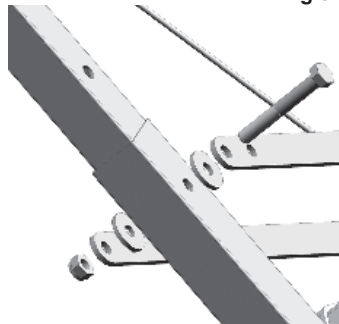

Fig.3
3) Monter les tirants (réf. 8) en les reliant au cadre (réf. 7) et au bras extensible (réf. 16) à l'aide des vis et des données appropriées dans les logements de fixation. Monter les rondelles D=12x36x4 mm comme indiqué dans la figure 3. Serrer les écrous. Veillez tout particulièrement à ce que le câble électrique de l'interrupteur de fin de course de relevage (qui va du panneau de commande à la base du bras extensible, près de la charnière avec le cadre) ne soit pas forcé ou coincé par un élément mécanique.